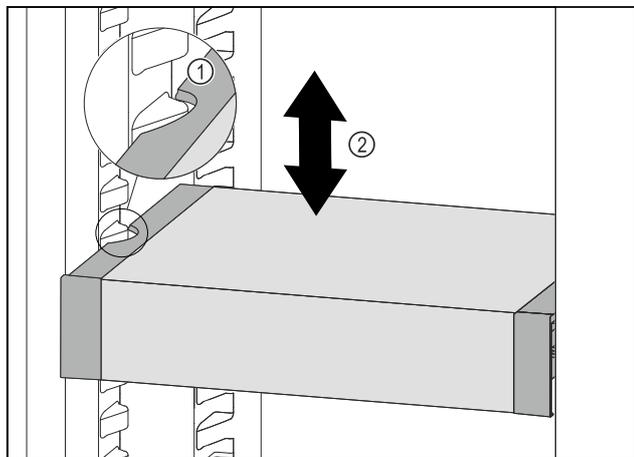

Fig. 104
- ▶ 向前移动 VarioSafe，直到 VarioSafe 两侧的凹槽与冷藏区中的容器肋梁持平。Fig. 104 (1)
- ▶ 在冷藏区中向上或向下移动 VarioSafe，直至所需高度。Fig. 104 (2)